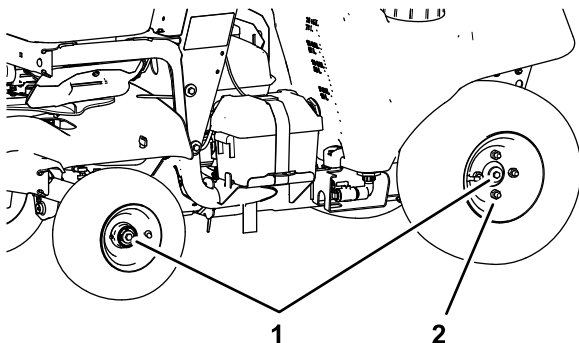

Figure 92
1. Serrez les boulons d'essieu (Figure 92) des roues avant et arrière à un couple de 43 à 52 N·m (32 à 38 pi-lb).
2. Serrez alternativement les 4 écrous (Figure 92) des roues arrière à un couple de 104 à 129 N·m (77 à 95 pi-lb).